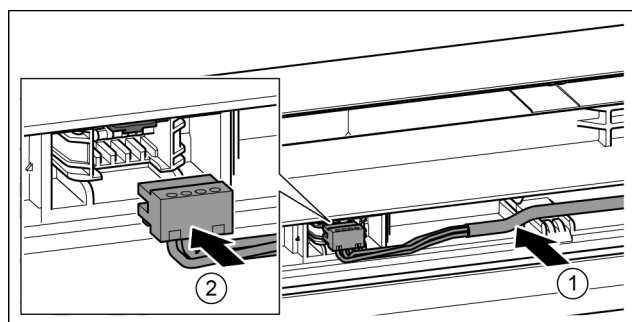

Fig. 43
- ▶ Sivý kábel vložte do vedenia v horných dverách. Fig. 43 (1)
- ▶ Zaklapnite zástrčku. Fig. 43 (2)